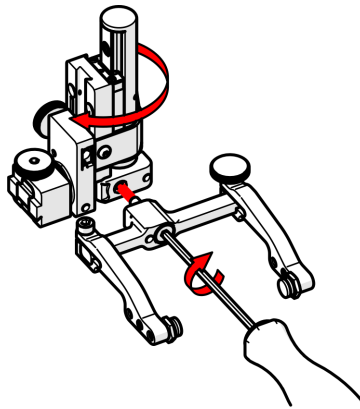

Abbildung 2-91 Anschrauben des Bügels auf der gegenüberliegenden Seite
6. Befestigen Sie den Bügel mit dem mitgelieferten 3-mm-Sechskantschlüssel an der gegenüberliegenden Seite des Sockels (siehe Abbildung 2-91 auf Seite 108).